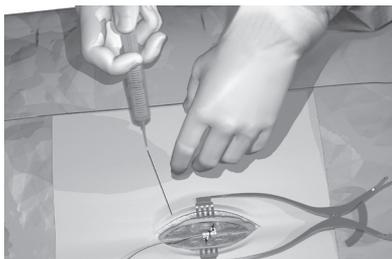

Figure 9 : Administration d'un anesthésiant le long du trajet de tunnellisation
14. Administrez l'anesthésiant local approprié le long du trajet de tunnellisation (Figure 9).